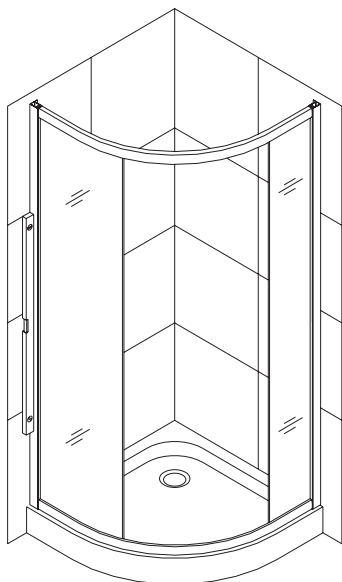

рис. 5
6. В собранном виде задвиньте поддон к стене. Для того чтобы отрегулировать положение душа следует частично вытянуть его из Настенного профиля **(рис. 5)**.